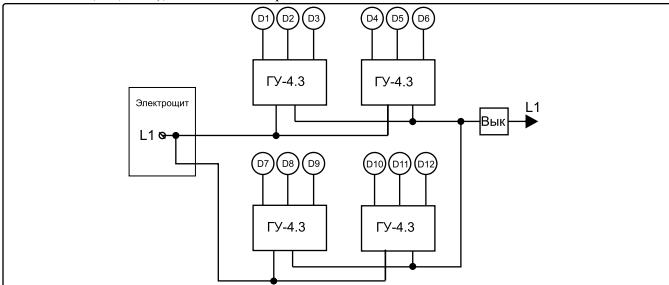

Рисунок 4. Разделение на две группы по питанию.
- Подключить питаниую сеть к каждой группе отдельным кабелем (с поперечным сечением жилы не менее 1,5–2,5 мм2), как показано на рис. 4.